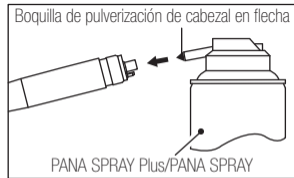

Fig. 9
- 2) Monte la boquilla de pulverización del cabezal en flecha en el conducto de la botella del pulverizador. (Fig.9)